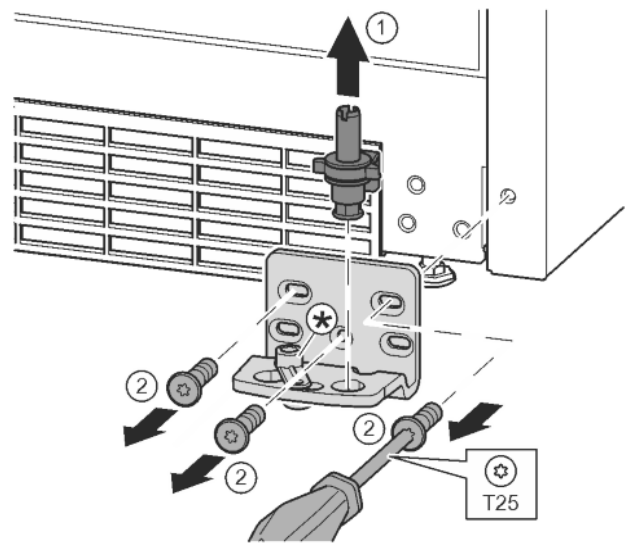

Fig. 11
- ▶ Опорный палец полностью извлечь движением вверх. Fig. 11 (1)
- ▶ Открутить винты отверткой T25 и снять опорный кронштейн. Fig. 11 (2)